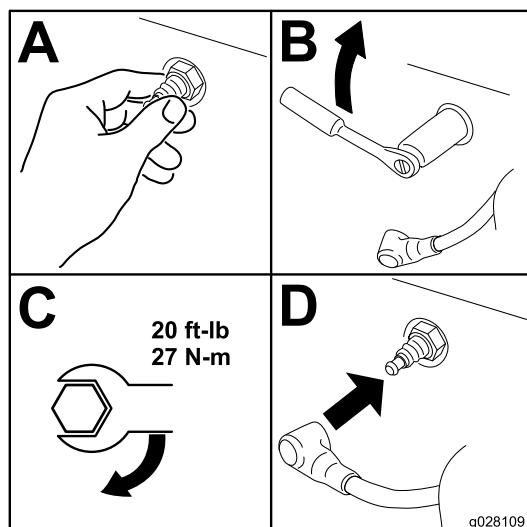

Figura 42
1. Instale la(s) bujía(s) como se muestra en la Figura 42.